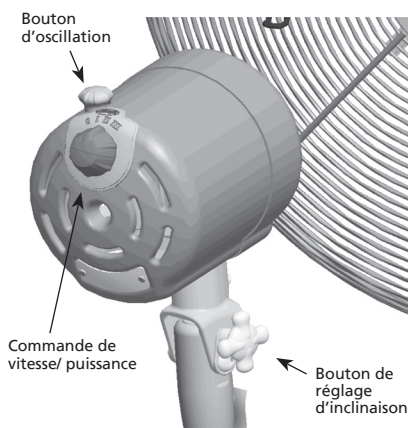

FIGURE 15
3. Mettre en marche (ON) ou arrêter (OFF) le ventilateur en tournant la commande de vitesse/ puissance dans le sens horaire ou antihoraire. Voir Figure 15. Il faut toujours arrêter (OFF) le ventilateur avant de la débrancher.
5. Pour ajuster la circulation d'air vers le haut ou le bas, desserrer le bouton de réglage d'inclinaison sur le côté du moteur du ventilateur. Voir Figure 15. Placer le ventilateur à l'angle désiré et resserrer le bouton de réglage d'inclinaison.
6. Pour faire osciller le ventilateur, pousser le bouton d'oscillation vers le bas. Pour arrêter l'oscillation du ventilateur, tirer le bouton d'oscillation vers le haut. Voir Figure 15.